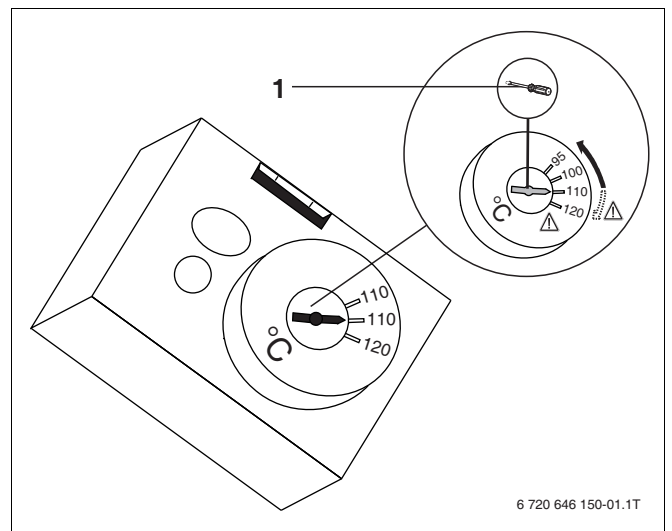

Рис. 2 Настройка предохранительного ограничителя температуры
- ▶ Установите отвёрткой (→ рис. 2, [1]) нужную, но допустимую для котла температуру.